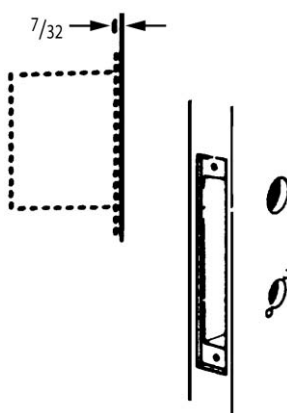

Рис. 6.27. Выемка глубиной
5. Выполнить выемку по размеру лицевой поверхности замка (рис. 6.27).